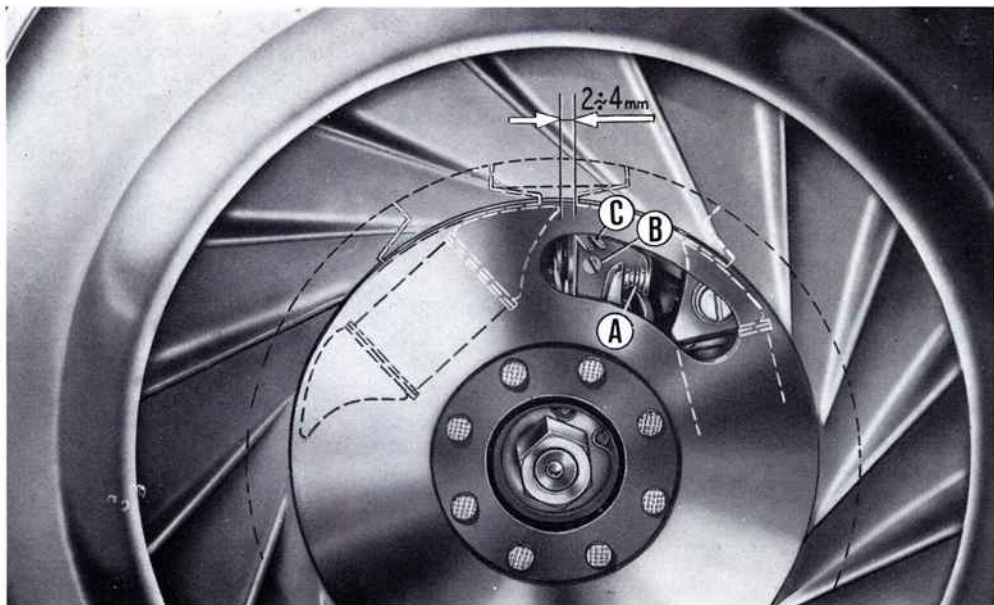

Fig. 18 - Operazioni per il controllo della fasatura magnetica del volano
1) Porre il cambio in «folle»; togliere il tappo in gomma applicato sulla asola del rotore del volano e ruotare a mano il rotore fino a scoprire, attraverso l'asola, il gruppo rottore (fig. 18).
- 3) - Pulire, e se necessario registrare, le puntine platinizzate del ruttore (fig. 18). Per evitare inconvenienti o irregolarità all'accensione, si consiglia **far eseguire questa operazione ai Concessionari PIAGGIO.**